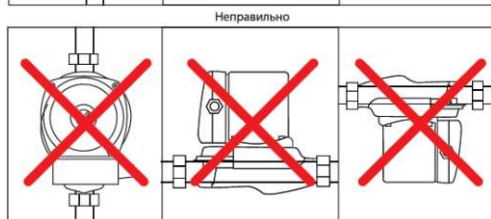

рис.4
5.7. Не допускается устанавливать насос клеммной коробкой вниз. (рис.4)
- 14.4. Не допускается устанавливать насос клеммной коробкой вниз. (рис.4)